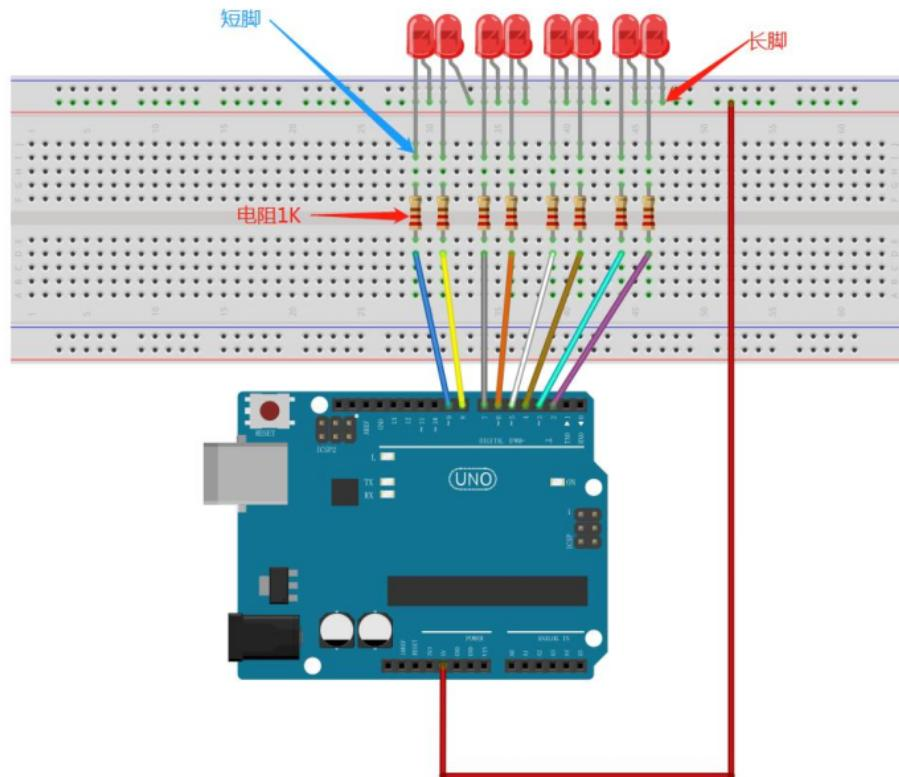

图 2.2: 实验接线图
- (1) 按照如图2.2所示的方式完成接线；
- (2) 打开 Arduino IDE，输入程序；
- (3) 检查无误后上传程序；
- (4) 观察 LED 灯的状态。